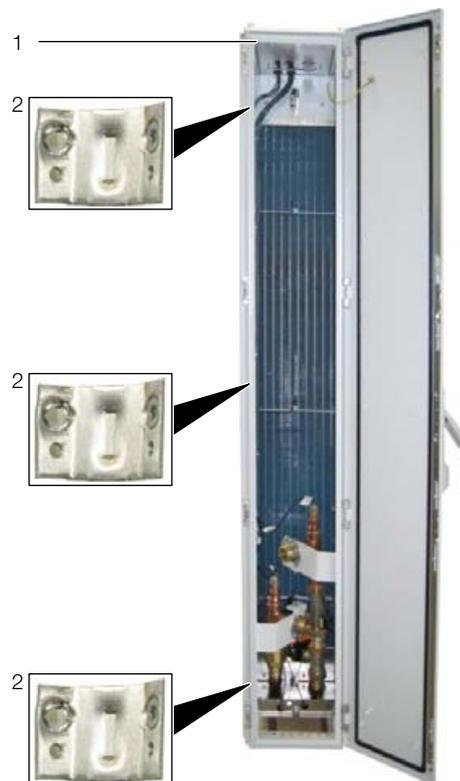

Abb. 27: LCP Rack – Rückseite
- Befestigen Sie je drei Anreihverbinder (Abb. 27, Pos. 2) mit den zugehörigen Befestigungsschrauben an den vorgesehenen Befestigungspunkten in den Montageleisten auf der Vorder- und Rückseite des LCP Rack bzw. des LCP Inline flush (Abb. 27, Pos. 1).